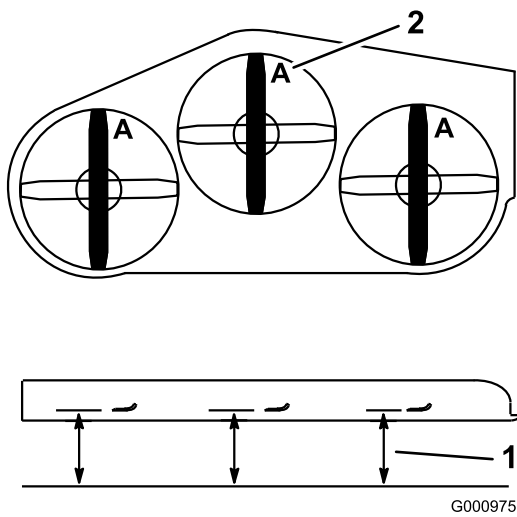

Figura 62
3. Gire las cuchillas hasta que los extremos estén orientados hacia adelante y hacia atrás. Mida desde una superficie nivelada hasta el filo de corte, posición A, de las cuchillas (Figura 62).